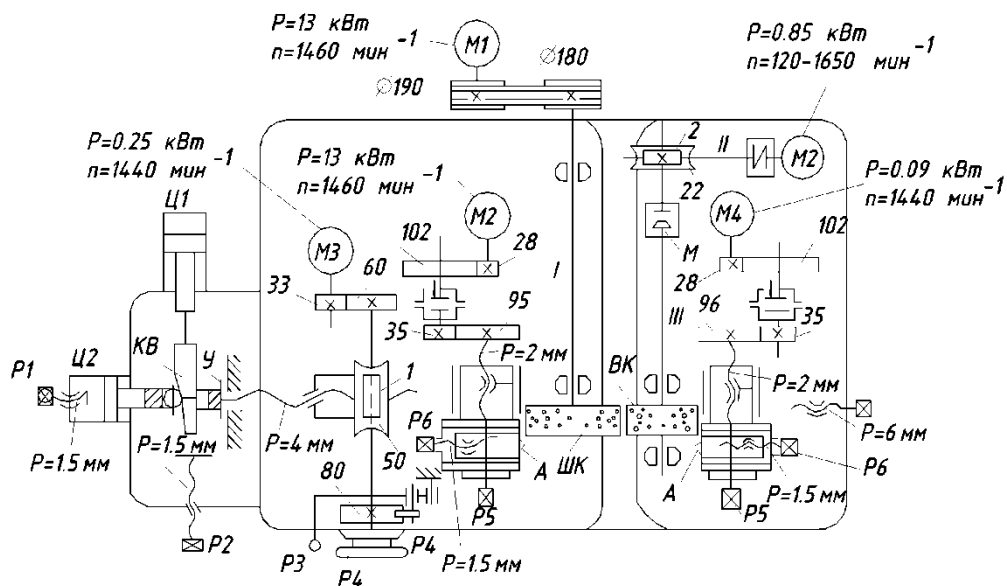

Рис. 2
11. Какая передача используется в приводе подачи (Рис. 2) для преобразования вращательного движения в поступательное?
15. Составьте уравнение кинематического баланса по схеме на рис. 2.
16. Определите скорость подачи шпинделя (см. рис. 2) в мм/об. при  $n_{шп} = 2000$  мин-1,  $n_3 = 1000$  мин-1,  $Z_1 = 20$ ,  $Z_2 = 50$ , шаге ходового винта  $t_{х.в.} = 10$  мм и числе заходов винта  $k=1$ .